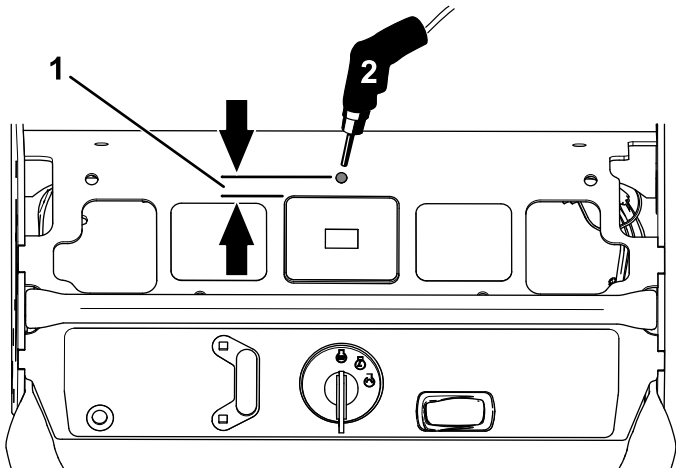

Figuur 6
5. Sluit de connector aan op de connector van de tuimelschakelaar (Figuur 6).